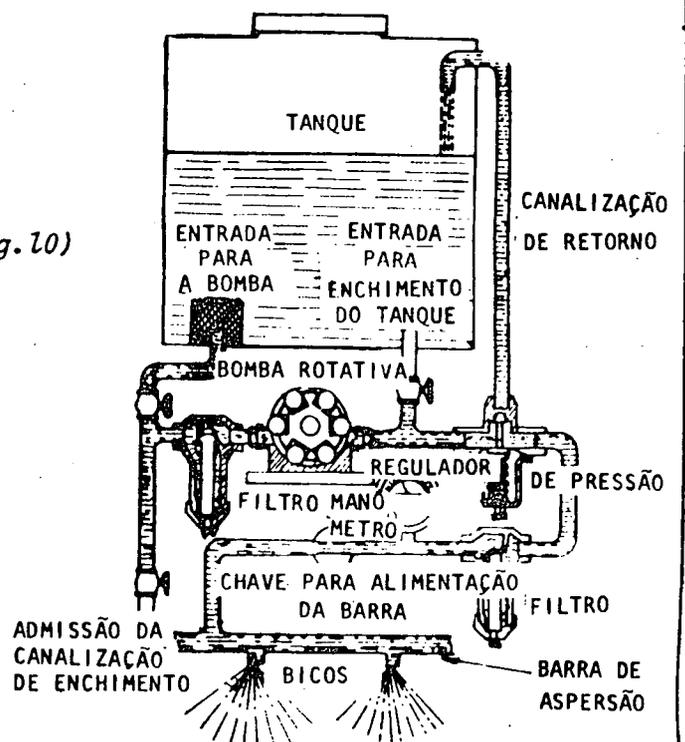

Fig. 10
*PULVERIZADORES DE BAIXO VOLUME (fig.10)*